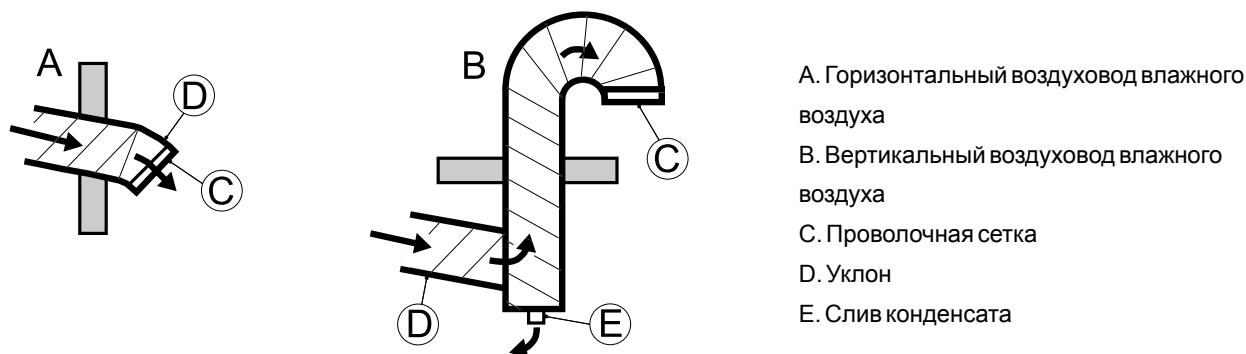

Рисунок 4.7 Конструкция воздуховода влажного воздуха
- Горизонтальные воздуховоды должны устанавливаться с уклоном вниз (в сторону от осушителя) для стекания конденсата. В нижних точках воздуховода влажного воздуха должны быть предусмотрены дренажные отверстия для отвода конденсата, см. Рисунок 4.7.